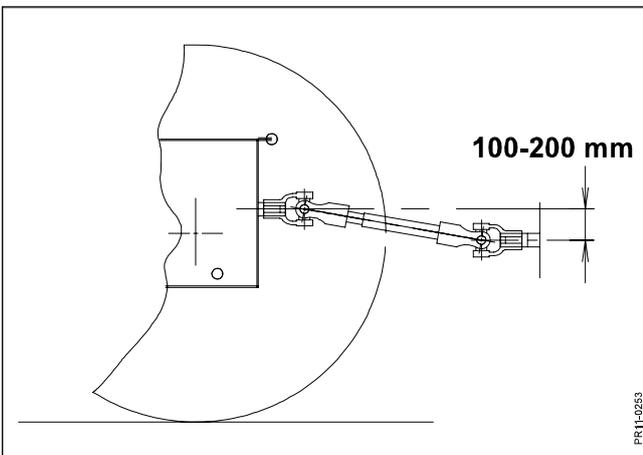

Fig. 2-17
- Fig. 2-17:** Die Arbeitsstellung des Winkelgetriebes festlegen. Der Zapfwellenanschluß (PIC (Power Intake Connection)) der Maschine muß 100-120 mm niedriger als die Zapfwelle des Schleppers sein (= ca. 10°).